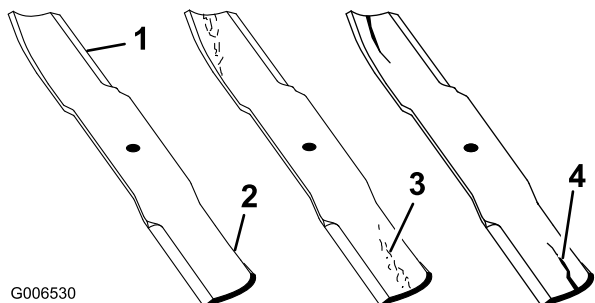

Figura 48
1. Controllate i taglienti (Figura 48).
2. Controllate le lame, in particolare l'area curva (Figura 48).
**Nota:** In caso di danni, usura o scanalature nell'area (voce 3 e 4 nella Figura 48) montate immediatamente una nuova lama.